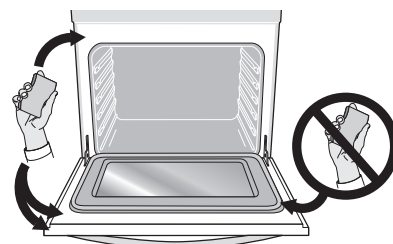

Figure 19 : Zones à nettoyer et à ne pas nettoyer (joint)
- Ne vaporisez pas de nettoyants pour four ou de revêtement de protection pour four dans ou autour d'une partie quelconque de la cavité du four. Nettoyez la saleté qui se trouve sur le cadre de la porte du four, autour du joint et la petite surface située au centre, à l'avant de la sole du four (Figure 19). Ces zones chauffent suffisamment pour que la saleté y brûle.